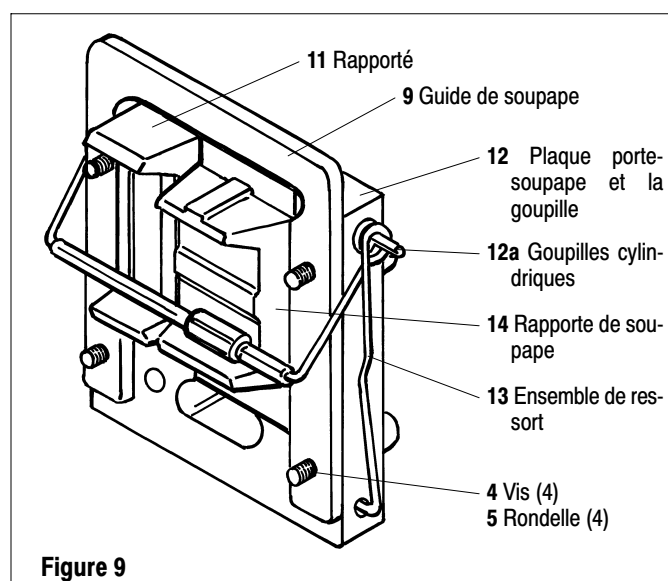

Figure 9
32. Faire passer l'adaptateur (38) et le piston (31) par l'outil d'installation spécial 90350 et pousser jusqu'au fond.
34. Installer le presse-étoupe (33) sur le piston (31) et pousser vers le bas en faisant bien attention de ne pas déplacer le joint torique (34) installé dans son logement.
35. Aligner les deux trous de vis et fixer le presse-étoupe (33) à la culasse (19) au moyen de deux vis (6) et de deux rondelles de blocage (7).
36. Insérer le ressort (13) dans la culasse (19) en orientant les crochets vers le bas et le galet de nylon vers le piston du clapet (31).
37. Appliquer de la graisse aux deux pièces rapportées (11 et 14) et placer les pièces en position (consulter la figure 9) en orientant les branches des pièces rapportées vers le piston (31) et en disposant la plus grosse pièce rapportée (14) devant le galet de nylon de plus gros diamètre. Aussi, le galet de nylon disposé sur l'ensemble de ressort (13) devrait se trouver entre les branches des deux pièces rapportées (11 et 14).
38. Enduire le côté de la plaque porte-clapet (12) où se trouve le joint d'étanchéité avec de la graisse et disposer le joint d'étanchéité (15) sur la plaque. Pour déterminer le bon côté: les trous de vis les plus rapprochés du haut et du bas de la plaque porte-clapet (12) sont orientés vers l'orifice d'échappement de la culasse (19). De plus, les goupilles cylindriques (12a) de la plaque porte-clapet (12) sont placées en haut.
39. Appuyer les pièces rapportées (11 et 14) contre le piston du clapet (31) et faire glisser le joint d'étanchéité (15) et la plaque porte-clapet (12) entre les deux pièces rapportées et la culasse (19). S'assurer que les trous plus gros de la plaque porte-clapet (12) se trouvent à l'avant de la plus grosse pièce rapportée (14). De plus, s'assurer
40. Accrocher la spire ronde de l'ensemble de ressort (13) par-dessus les goupilles cylindriques (12a) (consulter la figure 9).
41. Accrocher les parties inférieures de l'ensemble de ressort (13) dans les trous disposés sur le côté de la plaque porte-clapet (12) (consulter la figure 9).
42. Insérer le guide de clapet (9) et l'appuyer contre la face de la plaque porte-clapet (12). Les branches de la plaque devraient être orientées vers le bas (9) et la branche munie du trou fileté qui est le plus près du fond devrait être la plus rapprochée de l'orifice d'échappement de la culasse (19).
43. Disposer une rondelle (5) sur chacune des quatre vis (4) et insérer les vis dans les trous appropriés. Serrer fermement et également. REMARQUE: Pour faciliter l'alignement des trous, il est utile d'utiliser une tige pour joints toriques.
44. Installer le joint d'étanchéité (10) dans le couvercle (8) du moteur pneumatique et fixer au moyen de six vis (3).
45. Disposer le déflecteur (2) sur l'orifice d'échappement de la culasse (19) en orientant l'ouverture vers le bas et fixer en place au moyen de quatre vis (1).